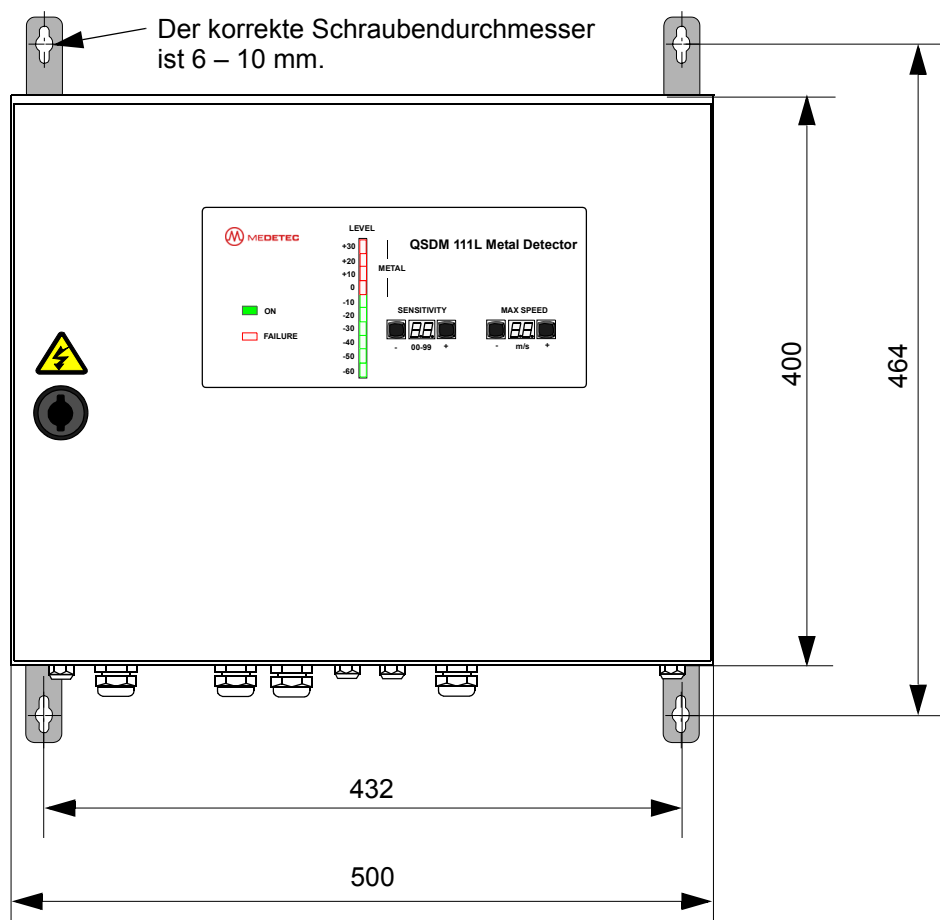

Abbildung 4-7. Abmessungsskizze und Bohrplan für Elektronikeinheit
2. Montieren Sie die Elektronikeinheit auf einer **schwingungsfreien** Wand mit den Kabeldurchführungen nach unten weisend. Bohren Sie zur Montage Löcher gemäß Abbildung 4-7.